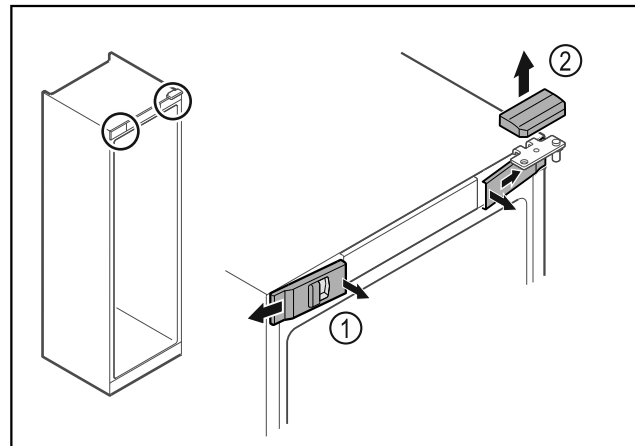

Fig. 4
- ▶ Передние крышки Fig. 4 [1] освободите от фиксации с внутренней стороны и отведите в сторону.
- ▶ Движением вверх снимите верхнюю крышку Fig. 4 [2].